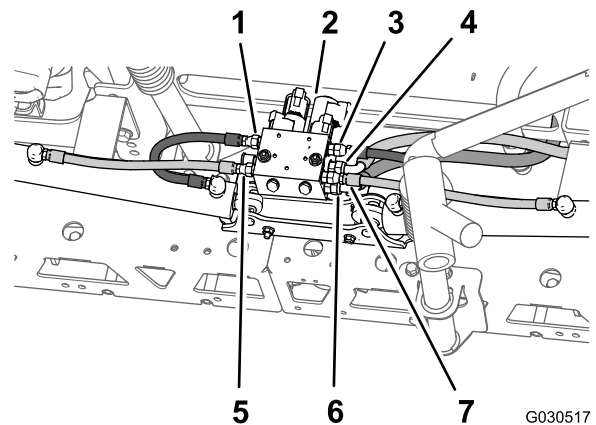

Figura 62
2. Na traseira da máquina, retire os tubos hidráulicos de entre o coletor de elevação da rampa e o cilindro hidráulico (Figura 62).